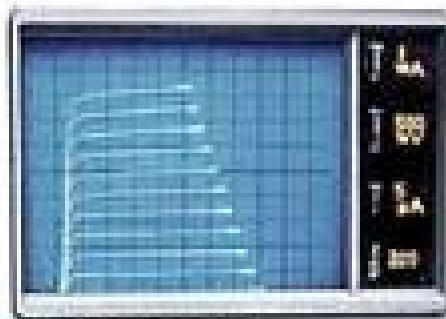
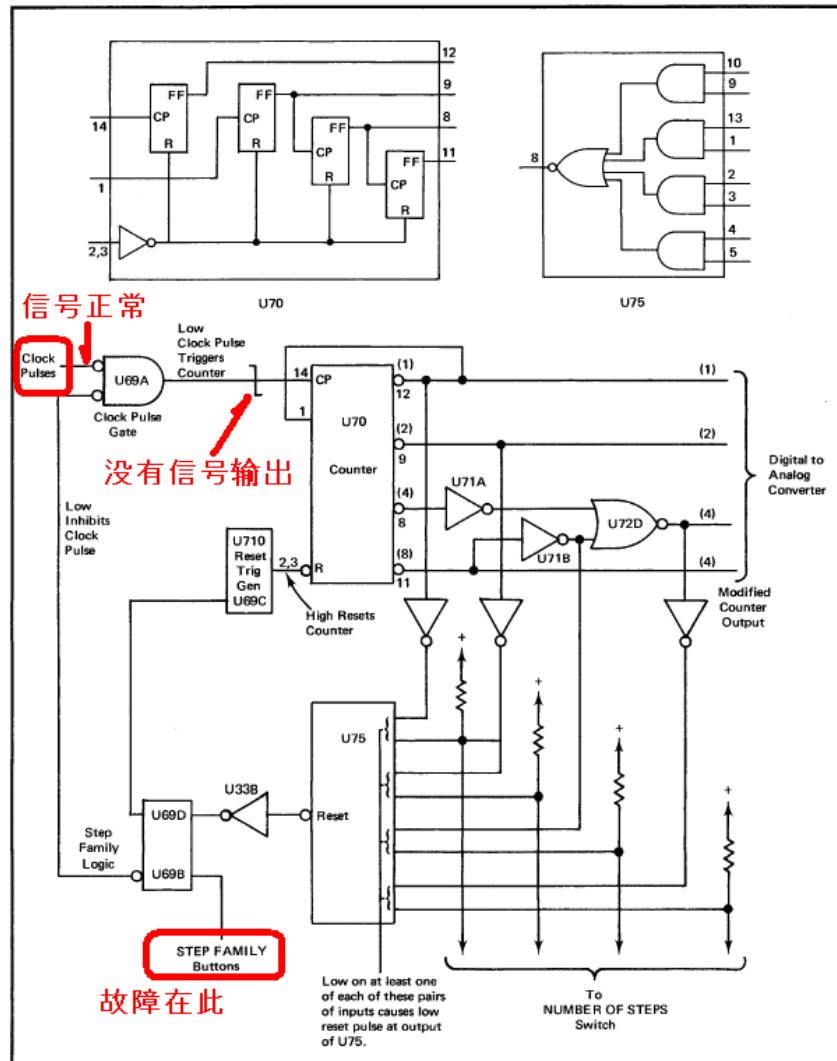

图 21. 典型的晶体管特性波形
图 25. STEP GENERATOR 计数器
为测试晶体管, 被测晶体管的集电极必须加上 Collector Supply (MAX PEAKVOLTS) 的半波交流电压, 晶体管的基极必须加上 Step Generator 产生的阶梯电流这样才能产生图 21 的晶体管特性波形.
- 2) 计数器(图 25) – 控制产生几个阶梯, 也即是几条曲线.
下一步是检查计数器(图 25). 计数器是用于控制产生曲线的条数的. 例如图 21 所示的晶体管特性图上有 10 条曲线. 计数器最大可以计到 10. 计数多少由面板阶梯数控制开关(图 23) 设定. 图 23 上是设定为 6 个阶梯, 也就是产生 6 条曲线.
经检查, 在图 25 的 U69A 输入端有正常的脉冲信号, U69A 输出端没有脉冲信号. 这个信号是用来计数的, 没有计数信号计数器肯定不工作, 故障很可能就在这里.